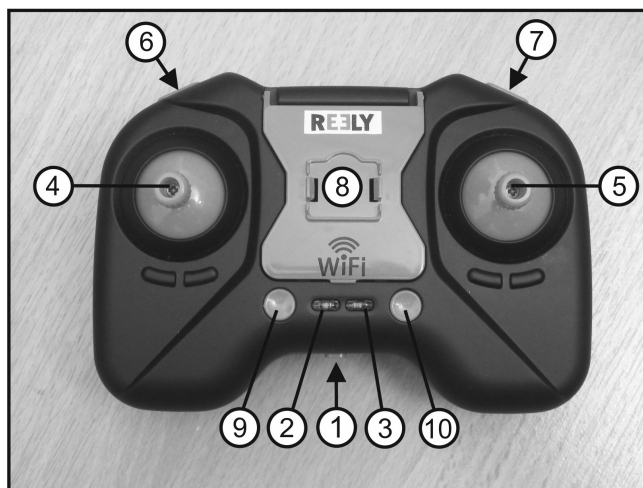
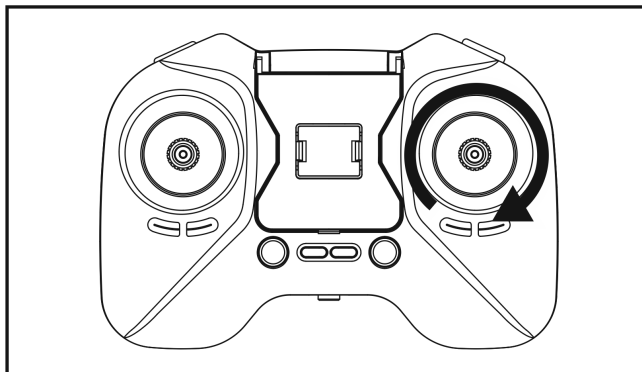

Figure 3
Figure 8
Le quadricoptère peut être chargé sur un dispositif électronique de charge intégré à l'émetteur. Ouvrez le clapet (figure 3 n° 8) sur la partie supérieure de l'émetteur et branchez le câble de charge au quadricoptère. La DEL de fonctionnement sur l'émetteur (voir figure 3 n° 2) s'éclaire en vert et indique le démarrage du processus de charge. Si la DEL s'éteint, la batterie dans le quadricoptère est complètement chargée.
L'état des piles est contrôlé en permanence quand l'émetteur est en fonction. Si le niveau de tension de la pile chute sous une valeur déterminée, l'émetteur le signale par un clignotement constant de la DEL sur l'émetteur (Figure 3, n° 2). En tel cas, vous devez immédiatement interrompre le vol puis remplacer les piles de l'émetteur.
Est désigné stationnaire tout état de vol dans lequel le quadricoptère ne monte ni ne descend, et donc la force ascensionnelle dirigée vers le haut est égale au poids dirigé vers le bas. Si vous poussez la manette des gaz (figure 3 n° 4) vers l'avant, la vitesse de rotation du moteur augmente et le quadricoptère monte. Si vous tirez la manette des gaz vers l'arrière, le quadricoptère descend. Si vous laissez la manette des gaz en position neutre, le quadricoptère essaie de maintenir l'altitude.
Avec le quadricoptère vous pouvez choisir entre trois modes de vol différents en fonction de votre expérience. La touche à cet effet se trouve sur l'émetteur (voir figure 3 n° 6).
Le mode sport est recommandé aux pilotes qui ont déjà une expérience avec d'autres modèles quadricoptères. Dans ce mode, le quadricoptère est nettement plus agile dans son comportement de pilotage que dans le mode débutant. Pour activer le mode sport appuyez sur la touche correspondante sur l'émetteur (figure 3 n° 6). Le mode sport est confirmé par une double tonalité de contrôle.
- Placez la manette pour le régime moteur dans la position la plus reculée (voir figure 3 n° 4). Mettez ensuite l'émetteur télécommandé en marche en appuyant sur l'interrupteur Marche/Arrêt (figure 3 n° 1). L'émetteur confirme cette action en émettant un signal sonore. La DEL de contrôle sur l'émetteur (figure 3 n° 2) clignote en rythme rapide.
- Enfoncez maintenant le levier de commande gauche vers l'avant (figure 3 n° 4), jusqu'à ce qu'une tonalité de contrôle retentisse.
- Tirez le levier de commande gauche vers l'arrière (figure 3 n° 4), jusqu'à ce qu'une tonalité de contrôle retentisse. La DEL de contrôle sur l'émetteur s'allume en continu.
- Calibrez les capteurs sur le quadricoptère en tournant la manette de commande droite (figure 3 n° 5) pour chaque débattement complet dans le sens des aiguilles d'une montre une fois dans le cercle (voir figure 8). Le calibrage démarre lorsque les DELs arrière rouges sur l'hélicoptère clignotent brièvement. Le calibrage est terminé lorsque les DELs s'allument de nouveau en permanence.
- Démarrez les rotors en déplaçant avec précaution la manette de commande (figure 3 n° 4) vers l'avant. Si vous voulez de nouveau arrêter les rotors, tirez uniquement la manette de commande gauche (figure 3 n° 4) dans la position la plus reculée.
Pour la compensation du modèle actionnez la touche « Compensateur » (voir figure 3, n° 7). Appuyez uniquement brièvement sur la touche jusqu'à ce qu'un signal sonore double retentisse et que la DEL de contrôle du fonctionnement (voir figure 3 n° 2) clignote. Le modèle est en mode trim lorsque les DELs sur l'émetteur clignotent et qu'en actionnant la manette de commande droite les DELs du quadricoptère clignotent.
Le modèle peut exécuter un flip en appuyant sur le bouton (rotation de 360°). Mettez le quadricoptère en vol stationnaire à une altitude de vol d'au moins 1,5 mètre (min. 2 mètres à une distance suffisante du pilote et des obstacles). Appuyez maintenant la manette de commande droite (figure 3 n° 5) brièvement verticalement vers le bas. L'émetteur émettra une tonalité de contrôle à rythme constant pour contrôler que vous avez sélectionné le mode flip. La tonalité de contrôle reste active aussi longtemps que le flip est exécuté.
Le modèle peut effectuer un « Spinning » (rotations rapides à 360 ° autour de son propre axe vertical par pression du bouton). L'altitude de vol peut être influencée ici par les mouvements de commande correspondants de la manette gauche (figure 3 n° 4). Mettez le quadricoptère en vol stationnaire à une altitude de vol d'au moins 1,5 mètre (min. 2 mètres à une distance suffisante du pilote et des obstacles).
Appuyez maintenant brièvement sur la touche « spinning » (figure 3 n° 10). L'émetteur émet un bip de contrôle pour contrôler que vous avez maintenant choisi le mode spinning. Le quadricoptère commence à pivoter rapidement sur son propre axe vertical. Arrêtez le mode spinning en appuyant à nouveau sur la touche du spinning (figure 3 n° 10) ou en déplaçant la manette de commande droite dans n'importe quelle direction.